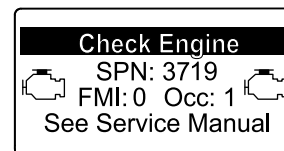

Figure 55
- Si une régénération de récupération est nécessaire, l'InfoCenter affiche l'avertissement SPN 3719, FMI 16 (Figure 55) et l'ordinateur du moteur réduit la puissance du moteur à 85 %.